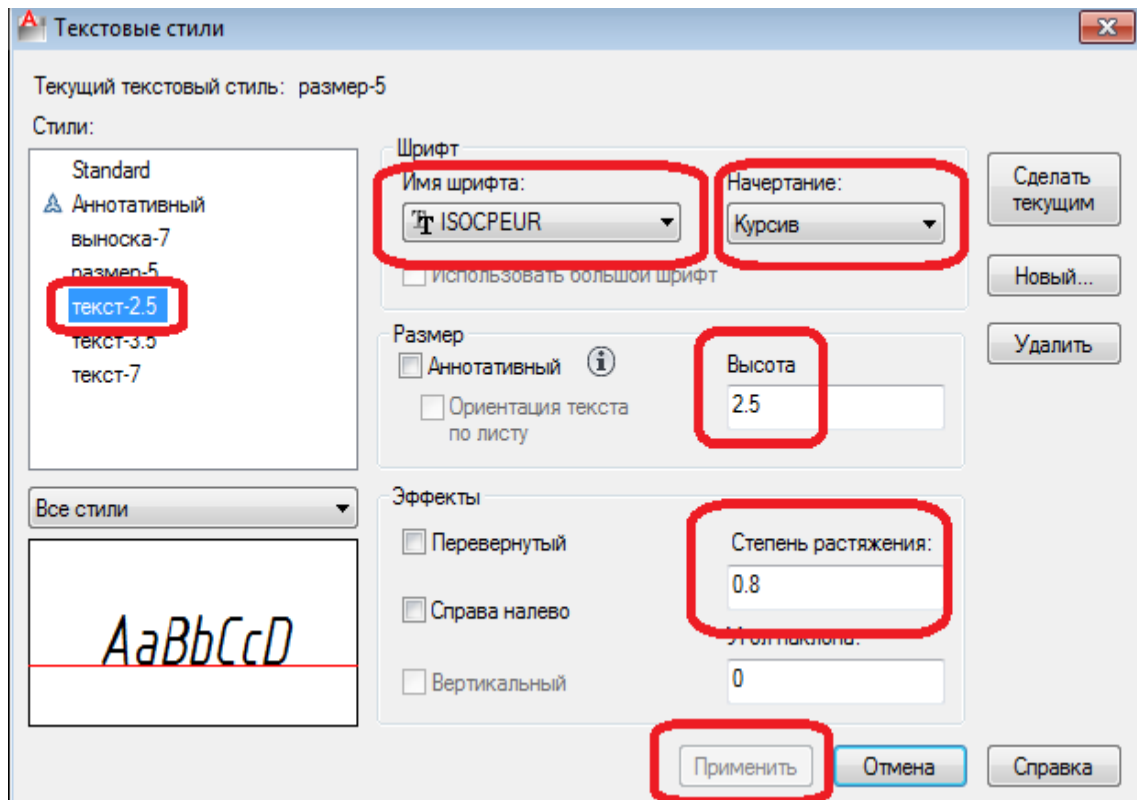

Рисунок 5.4
– установить параметры стиля «текст–2.5» (рис. 5.4)